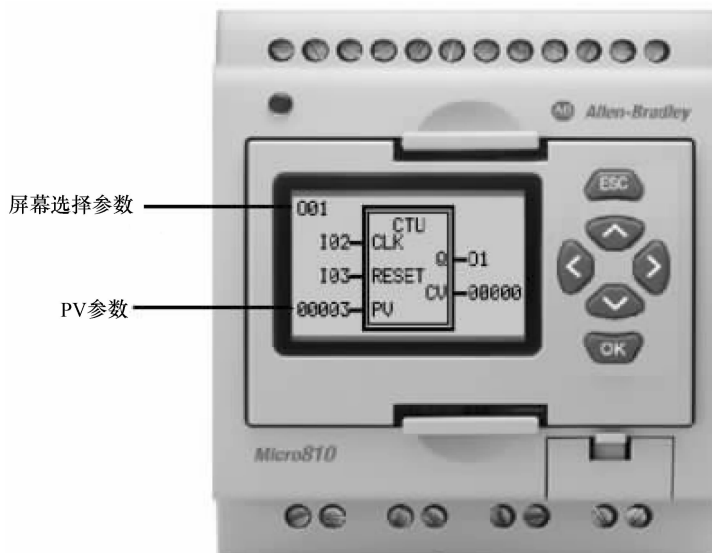

图 1-8 组态 CTU 功能块
9) 按向右键，定位到屏幕选择参数。组态 CTU 功能块如图 1-8 所示。